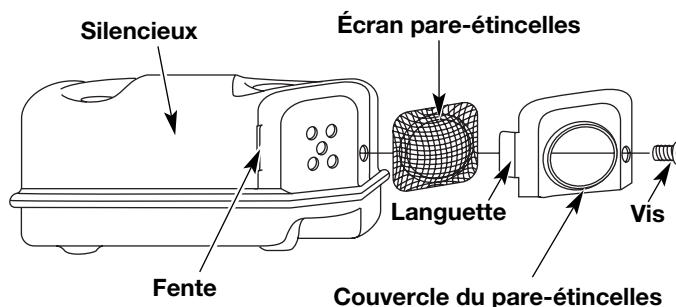

Figure 43
2. Retirez la vis retenant le couvercle du pare-étincelles au silencieux à l'aide d'un tournevis à lame plate ou à mèche no. T-20 Torx (Fig. 43).